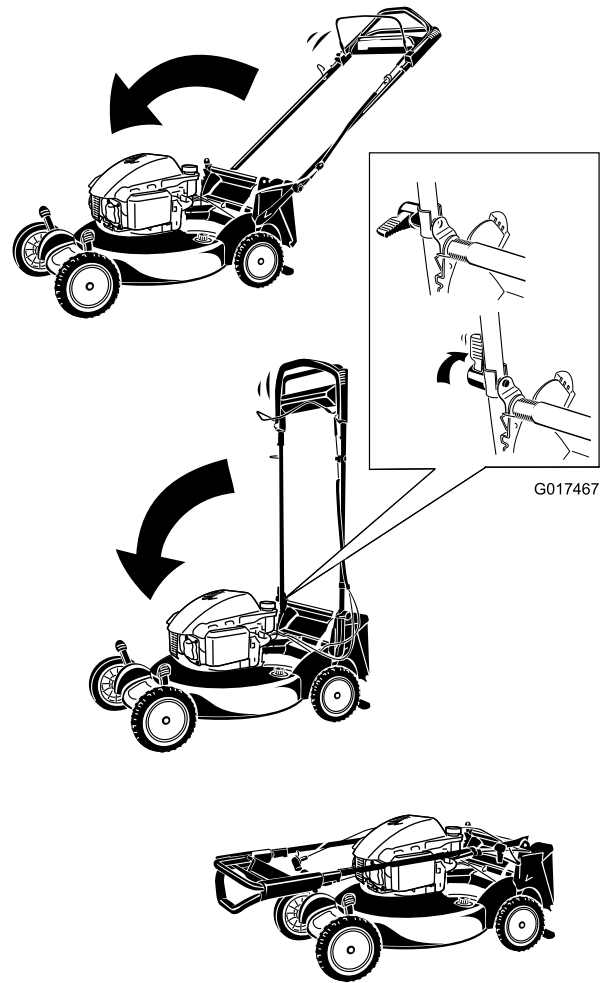

Figura 30
1. Doble el manillar hacia adelante (Figura 30).